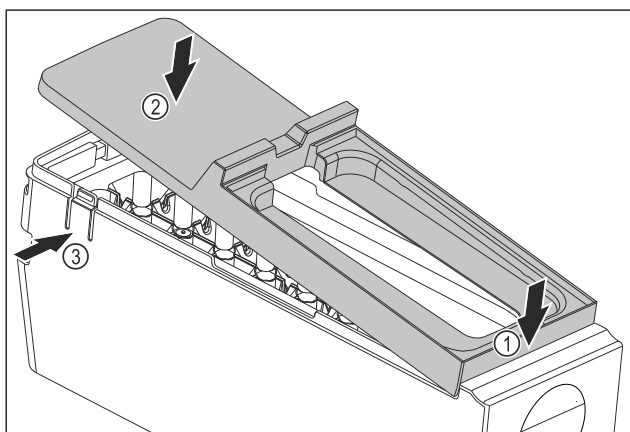

Fig. 174
- Montering af EasyTwist-Ice-legemets afdækning: Påsæt afdækningen foran. Fig. 174 (1)
- Sænk afdækningen bagtil. Fig. 174 (2)
- Afdækningen går hørbart i indgreb i begge lasker Fig. 174 (3).